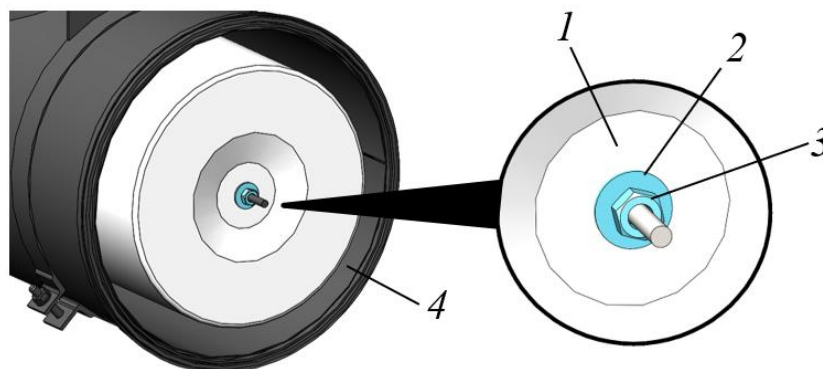

Рисунок 5.24. Извлечение из корпуса основного фильтра
- Ключом  17, открутить гайку крепления фильтра 3, снять шайбу 2 и извлечь из корпуса основной фильтрующий элемент 1, рис. 5.24. **Вместо гайки 3 может устанавливаться гайка-барашек.**
- ▶ Установить основной фильтрующий элемент 1 в корпус фильтра 4, зафиксировать фильтр в корпусе используя шайбу с гайкой, рис. 5.24.